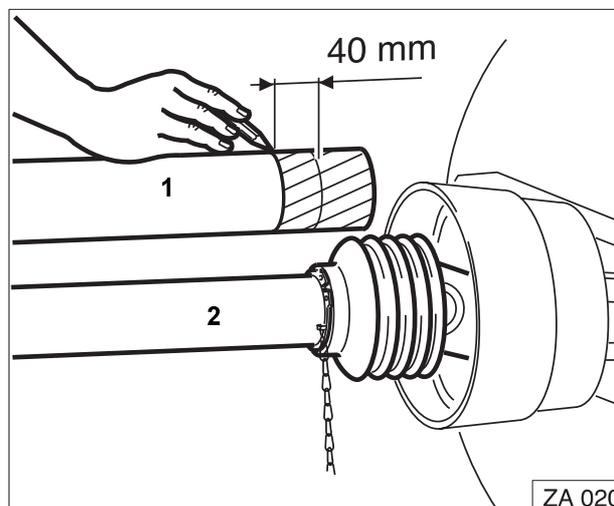

Fig. 20
- Mantener las dos mitades del eje cardánico (Fig. 20/1) y (Fig. 20/2) una junto a la otra, en la posición de servicio más corta y más larga y comprobar el **solapamiento de los tubos perfilados**.